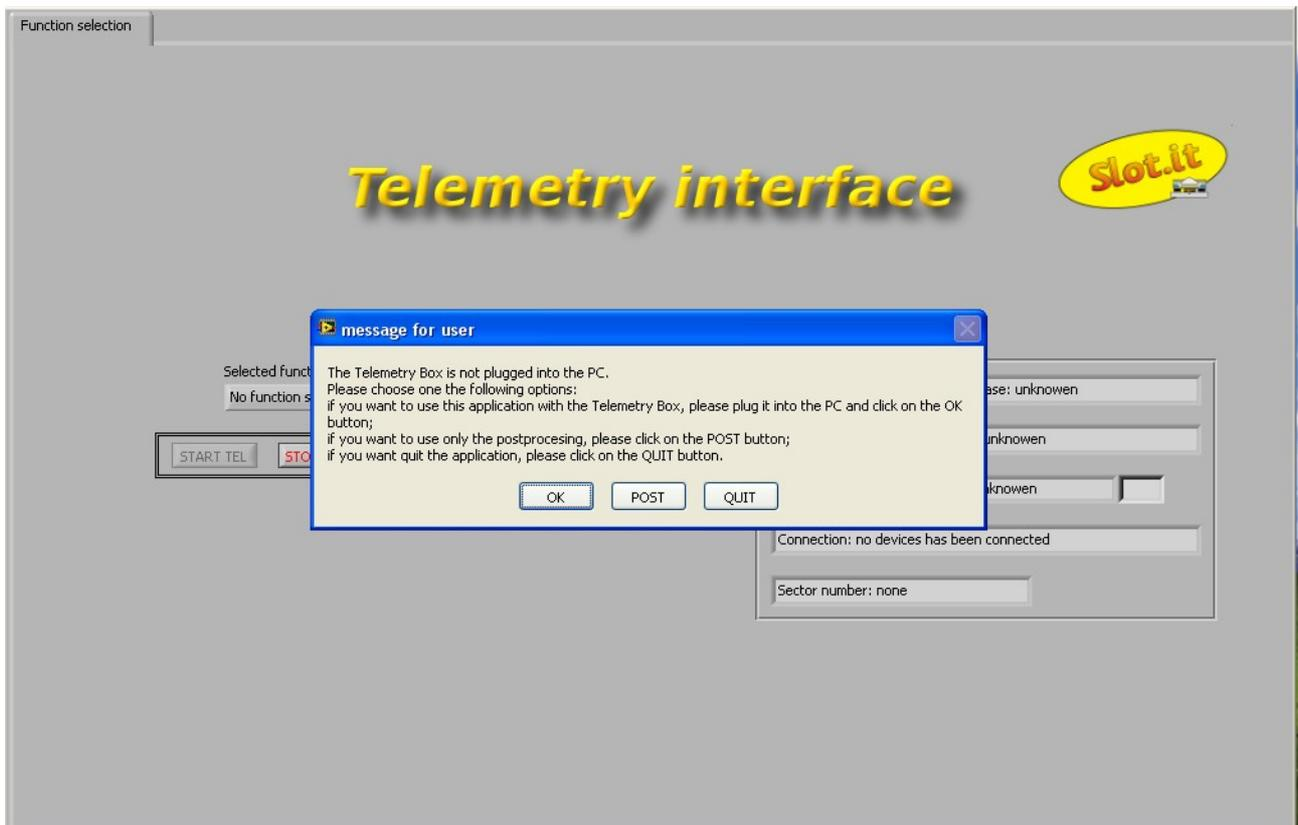
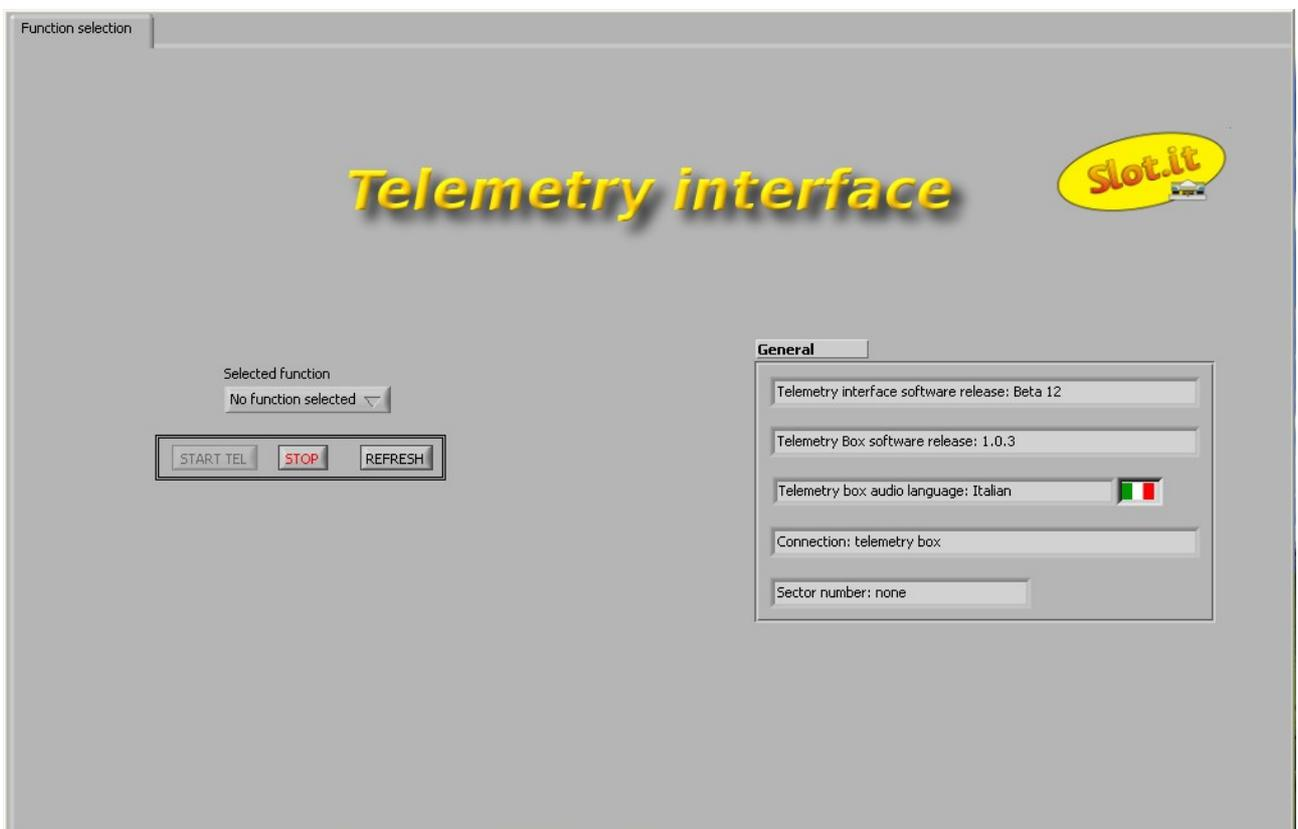

Figura 37: finestra di partenza della Telemetry Box PC Interface con Telemetry Box scollegata.
Figura 38: finestra di partenza della Telemetry Box PC Interface con Telemetry Box collegata al PC.
Per lanciare l'esecuzione dell'applicazione *Telemetry Box PC Interface* è sufficiente posizionare l'indicatore del mouse sull'icona rappresentativa dell'applicazione stessa ed eseguire un doppio click del tasto sinistro. La *Telemetry Box PC Interface* si può presentare in due modi differenti a seconda che la *Telemetry Box* sia già collegata oppure no al PC. In particolare se la *Telemetry Box* non è collegata al PC, l'applicazione *Telemetry Box PC Interface* si presenta come mostrato in figura 37, altrimenti come mostrato in figura 38.
Nel caso ci si trovi nella situazione mostrata dalla figura 37, l'utente può, come riassunto dal messaggio a monitor, eseguire una delle seguenti operazioni:
- collegare al PC la *Telemetry Box* tramite un cavo USB per stampante (cavo tipo AB) e premere il pulsante “OK”. Questo fa sì che l'utente si trovi ora nel caso mostrato in figura 38: utilizzo dell'applicazione *Telemetry Box PC Interface* per comunicare con la *Telemetry Box* (vedi paragrafo 16.2.1);
Se ci si trova nella situazione mostrata nella figura 38, si può notare che sono presenti nella parte destra della pagina una serie di informazioni frutto di un primo scambio di dati tra l'applicazione *Telemetry Box PC Interface* e la *Telemetry Box*. In particolare queste sono:
- “*no box*”: non è collegata nessuna *Telemetry box* al PC (ci si trova nel caso di figura 37);
Nella parte sinistra della stessa pagina (figura 38), è presente un menù a tendina, “*Selected function*”, nel quale sono elencate tutte le funzioni che possono essere eseguite, ma sono abilitate solo quelle eseguibili in base a ciò a cui è collegata la *Telemetry Box* in quel momento. Ad esempio: se la *Telemetry Box* è collegata solo al PC, la funzione “*Telemetry*” non viene abilitata in quanto per poterla eseguire si necessita che la *Telemetry Box* sia collegata anche al controllore SCP.
- **STOP TELEMETRY**: alla pressione di questo tasto, viene richiesto se si desidera passare direttamente alla funzione di *postprocessing*. In caso affermativo ha inizio l'esecuzione della fase di *postprocessing* (per la cui descrizione fare riferimento al paragrafo 16.2.1.3), altrimenti l'applicazione *Telemetry Box PC Interface* si riporta nella pagina di partenza (figura 38) “*Function selection*”, dove un messaggio ricorda all'utente che per poter procedere con altre operazioni è necessario scegliere una di queste nel menù a tendina “*Selected function*”.
- *STOP POSTPROCESSING*: causa l'arresto della funzione di “*Postprocessing*”; l'applicazione *Telemetry Box PC Interface* si riporta nella pagina di partenza (figura 38) “*Function selection*”, dove un messaggio ricorda all'utente che per poter procedere con altre operazioni è necessario scegliere una di queste nel menù a tendina “*Selected function*”.